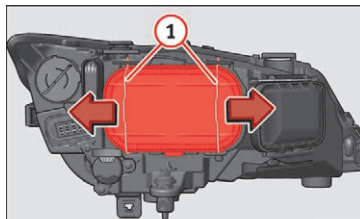

Fig. 102 Nærlys
- Forskyd støtterne » Fig. 102 ① i pilens retning, og tag dækslet af.